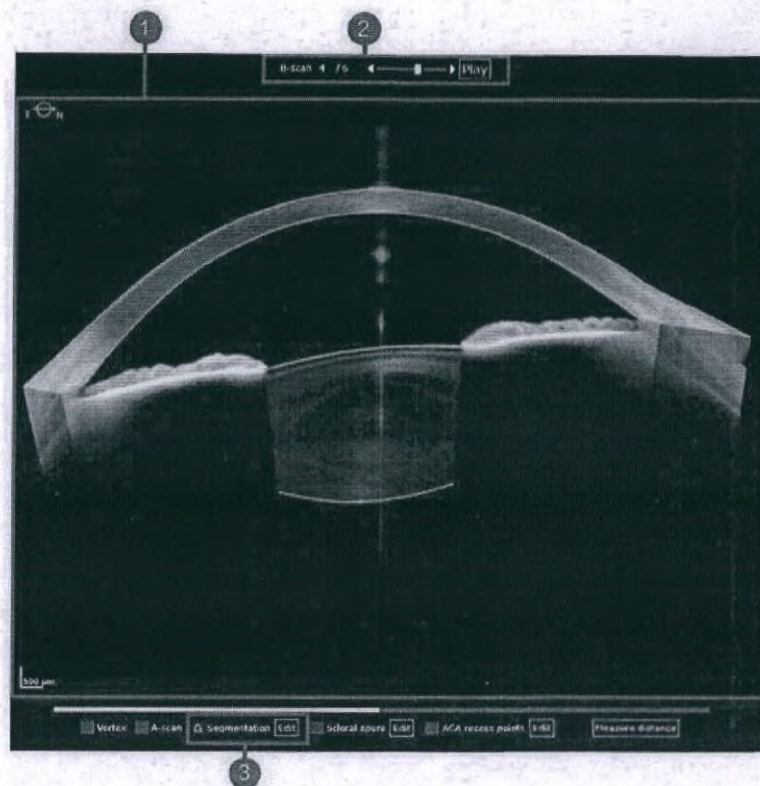

Рис. 63. Обзор сегментации
- 1._ ► Под ОКТ-изображением установите флажок «Сегментация» (рис. 63).
- 2._ ► Над ОКТ-изображением (рис. 63/1), нажмите «Воспроизвести» или нажмите ◀ и ▶, чтобы вручную пролистать ОКТ-изображение.